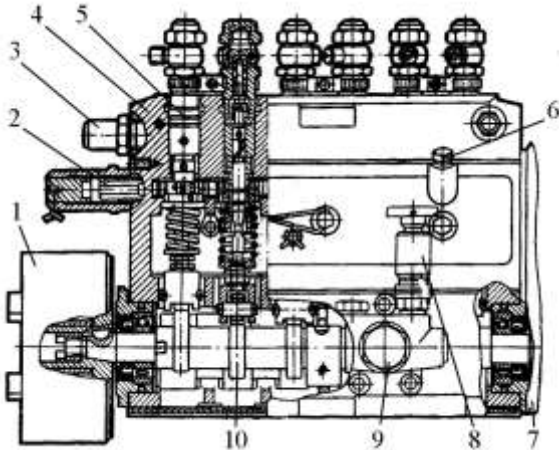

Рис. 1
1. Зніміть з двигуна ПНВТ. Розгляньте (рис.1) деталі кріплення ПНВТ до двигуна, привод кулачкового вала 10, кріплення до насоса паливо підкачувального насоса 9 з насосом ручного підкачування 8, всережимного регулятора 7, відцентрової муфти 1, паливо проводів низького і високого тиску. Виясніть, яке призначення названих частин.